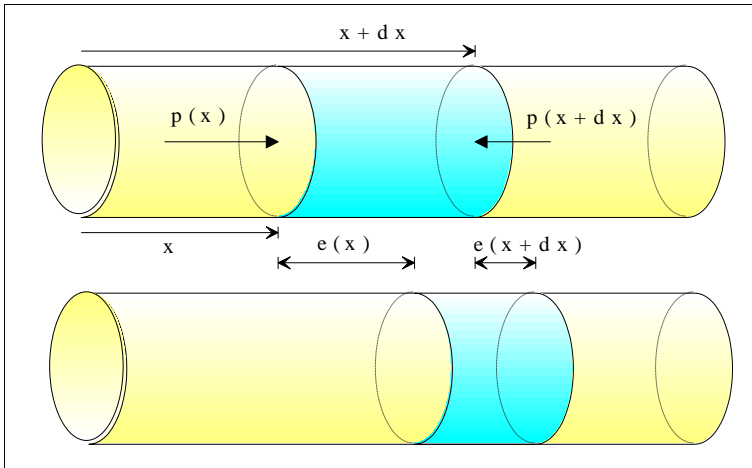

Figura 1. Formarea unei unde datorită legii forței (legea a 2-a a lui Newton) și elasticității mediului (legea lui Hooke).
lucru care se poate verifica imediat prin derivarea soluției (11) după "x" și "t" și înlocuirea în ecuația (10). Funcțiile f_1 și f_2 sunt arbitrare, forma lor concretă fiind impusă de modul în care se excită mediul. De exemplu dacă punem în mișcare mediul printr-o excitație armonică atunci funcțiile f_1 și f_2 vor fi funcții armonice. Funcția f_1 descrie propagarea perturbației în sensul axei Ox (de la stânga la dreapta pe figură), iar funcția f_2 descrie propagarea perturbației în sens contrar axei Ox (de la dreapta la stânga pe figura 1).